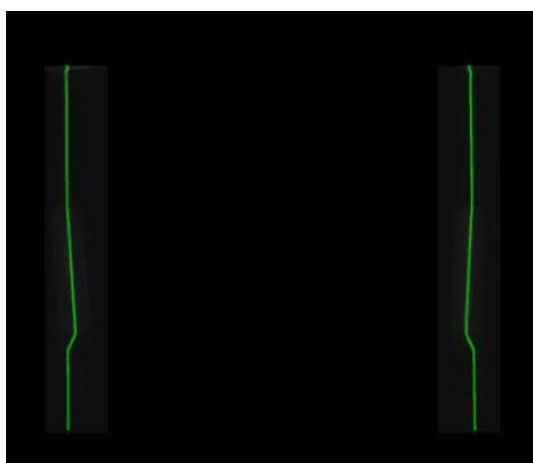

图 3-8 曝光正常示意图
- 点击 单帧检测。如果显示区检测的目标上出现连续的激光线，说明参数设置合理，如图 3-8 所示。